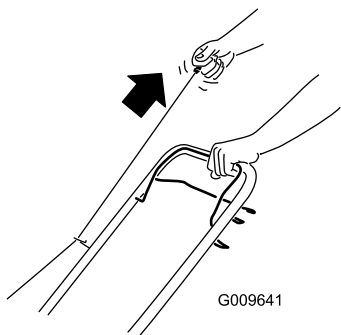

**Figura 10**
1. Sujete la barra de control de la cuchilla contra el manillar (Figura 10).